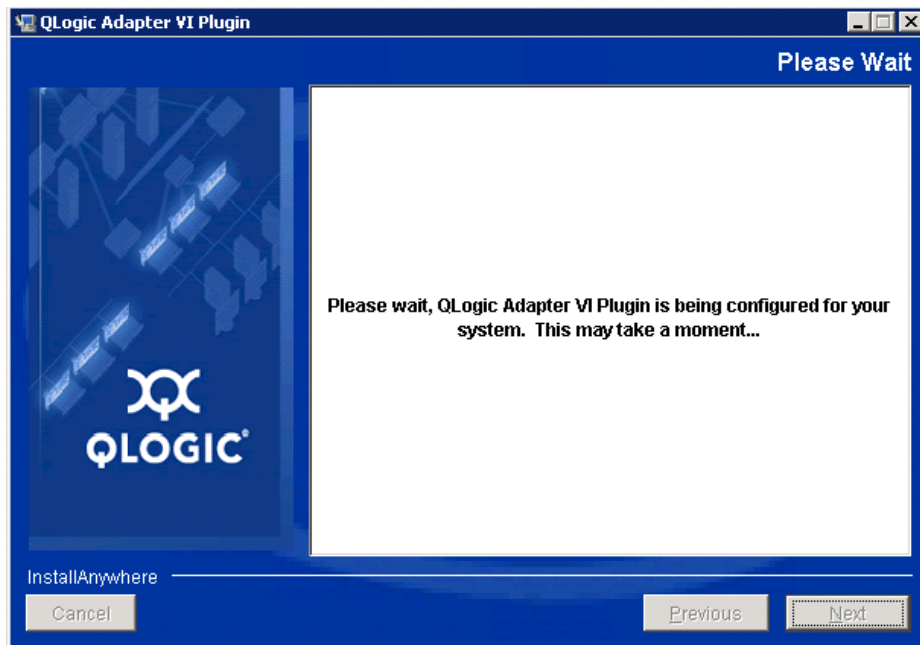

Abbildung 2-11. Konfiguration des QConvergeConsole-Plug-in für VMware vCenter Server
5. Warten Sie, bis der Assistent die Konfiguration des Plug-in abgeschlossen hat (siehe Abbildung 2-11).